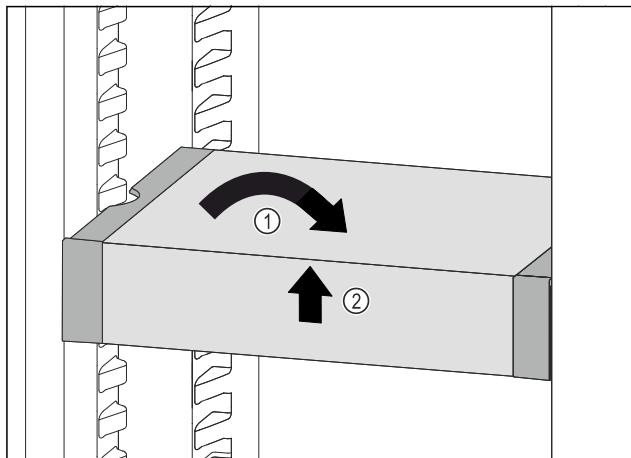

Fig. 90
- ▶ Установите VarioSafe прямо. Fig. 90 (1)
- ▶ Приподнимите VarioSafe спереди. Fig. 90 (2)